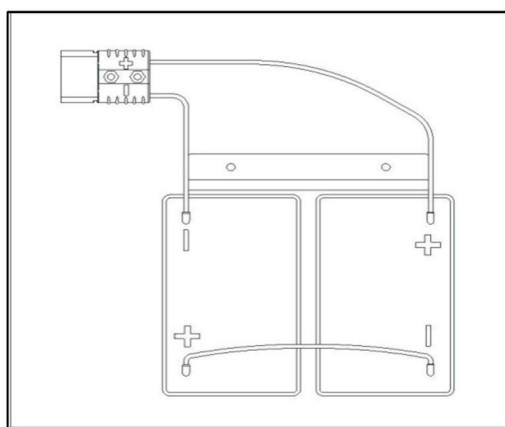

FIG. 4 — Raccordement des batteries
REMARQUE : La machine fonctionne en 24 V avec deux batteries de 12 V raccordées en série (32 Ah recommandés) ou avec une batterie au lithium de 24 V. Effectuez le câblage conformément à la FIG. 4.
- 1) Déverrouillez le compartiment de la batterie à l'aide du loquet (21).
- 2) Raccordez le câble de la batterie comme indiqué sur la FIG. 4 et fixez-le à la batterie avec les vis.
- 3) Introduisez la batterie dans le compartiment (22).